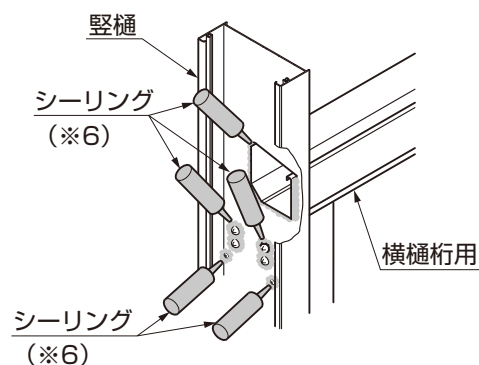

図18-5 A部詳細図 縦樋内部のシーリング
- ⑥ 縦樋内部の横樋桁用の差込み部分、六角ボルト部分、主柱取付け上部のネジ部にシーリング（※6）をしてください。（図18-5参照）